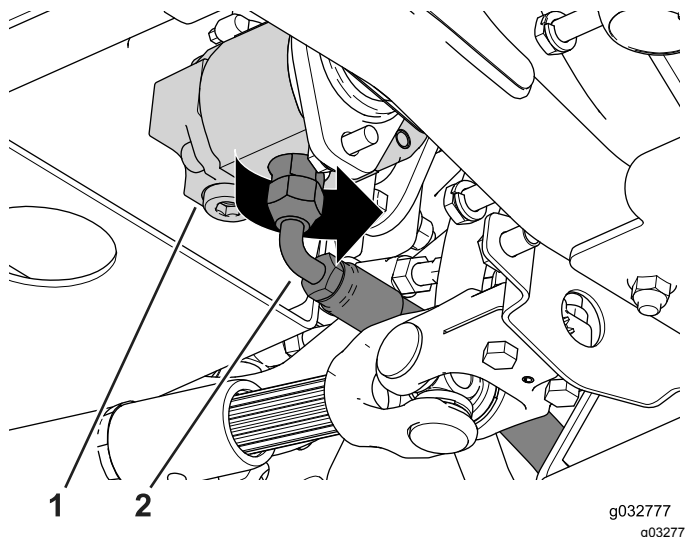

Figura 122
3. Alinee los taladros e instale provisionalmente los pernos y los espaciadores en el lado derecho de la máquina (Figura 122).
2. Afloje el acoplamiento de la manguera de alimentación que está conectado a la bomba de engranajes, y gírelo hacia el lado derecho de la máquina (Figura 122).